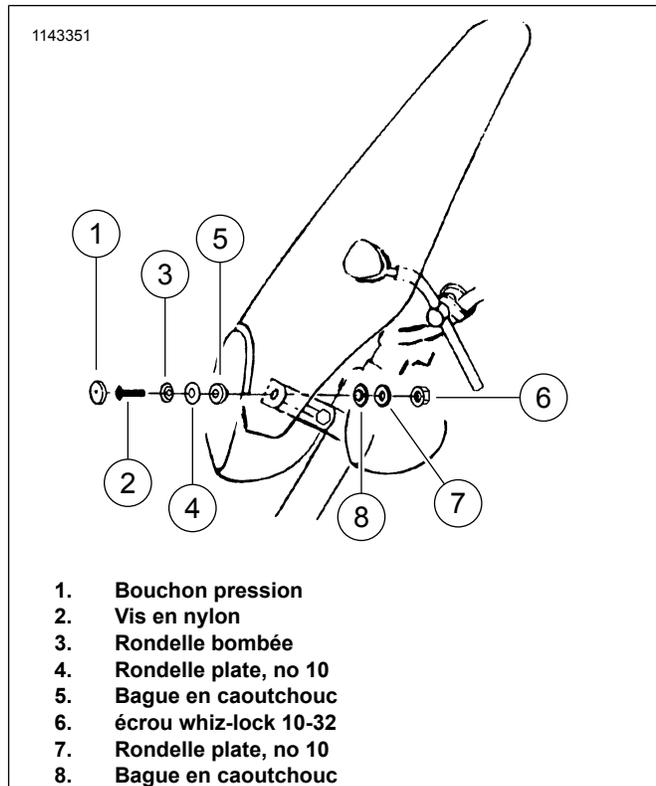

Figure 4. Gaine
- Voir la figure 4. Glisser la tige dans l'ouverture du serre-tringle et serrer l'écrou sur le serre-tringle jusqu'à ce qu'il soit bien serré.
- Assembler les supports inférieurs dans l'ordre suivant (de l'avant vers l'arrière) : vis en nylon (2), rondelle bombée (3), rondelle plate (4), bague en caoutchouc (5), pare-brise, bague en caoutchouc (8), rondelle plate (7), support d'angle, écrou whiz-lock (6).
- Installer des bouchons pression (1) sur des vis en nylon (2).